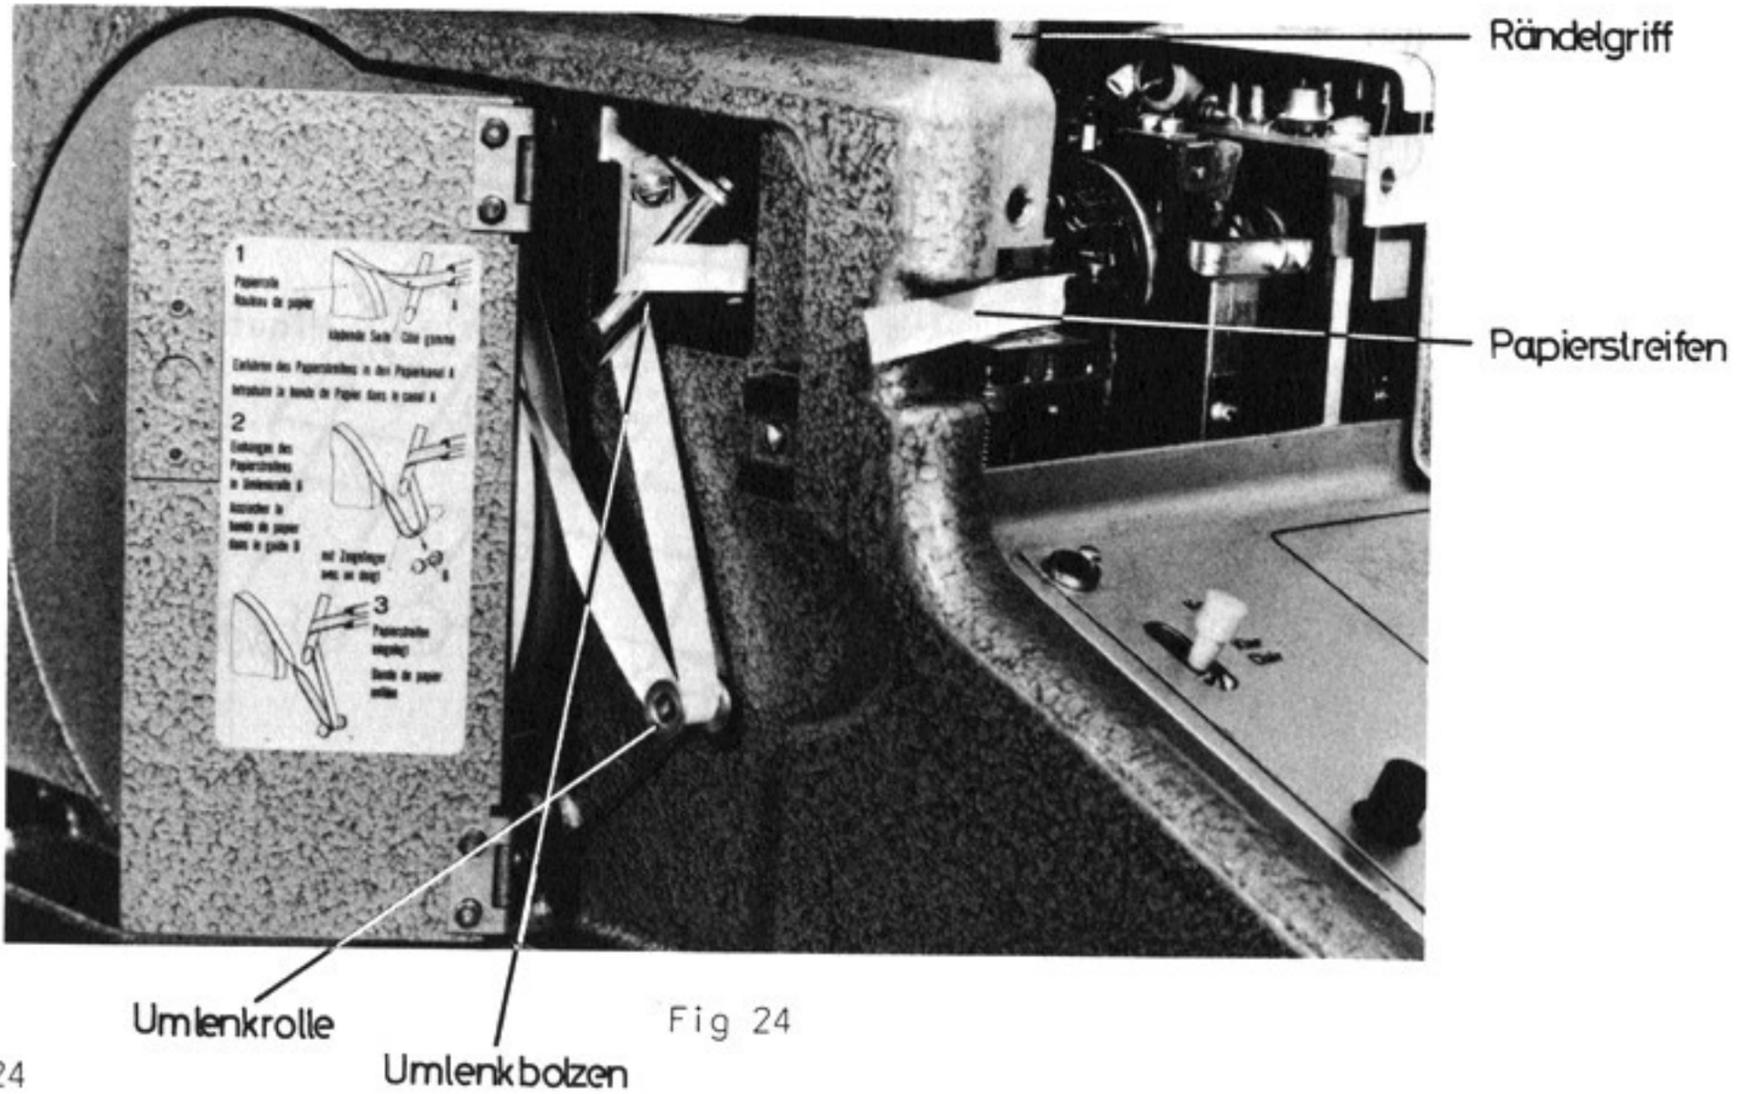

Fig 24
- Papier gemäss Fig 24 um den Umlenkbolzen und die Umlenkrolle legen